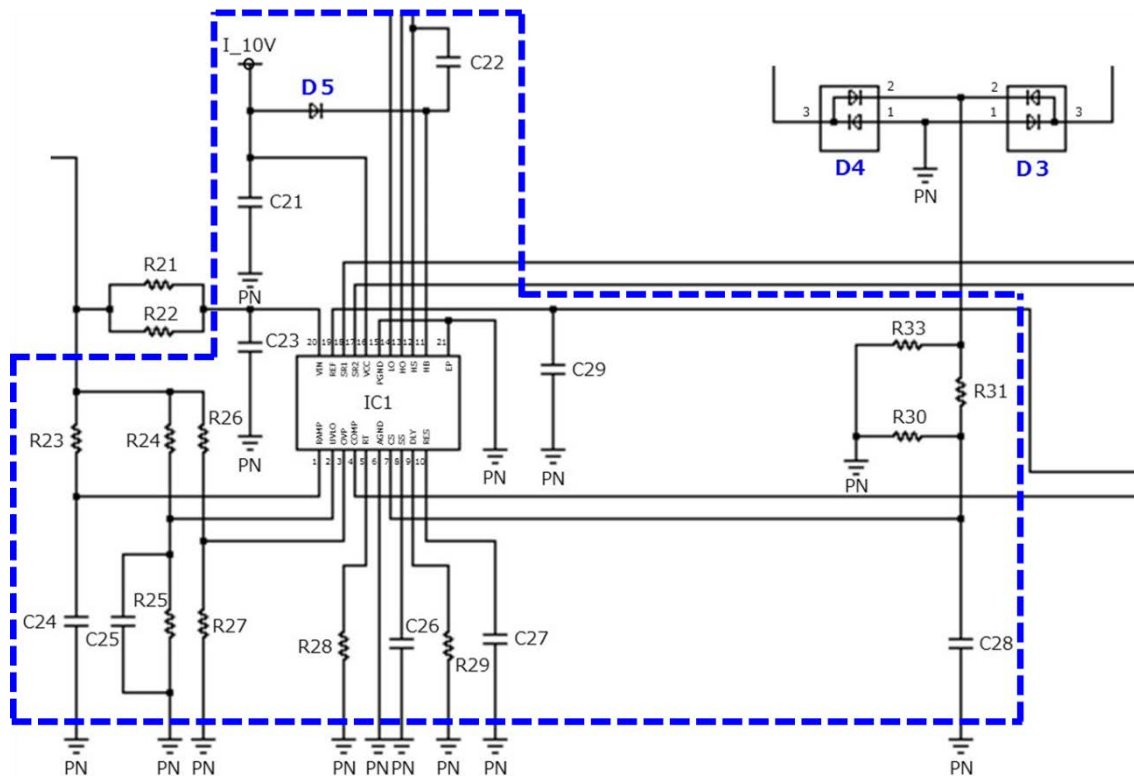
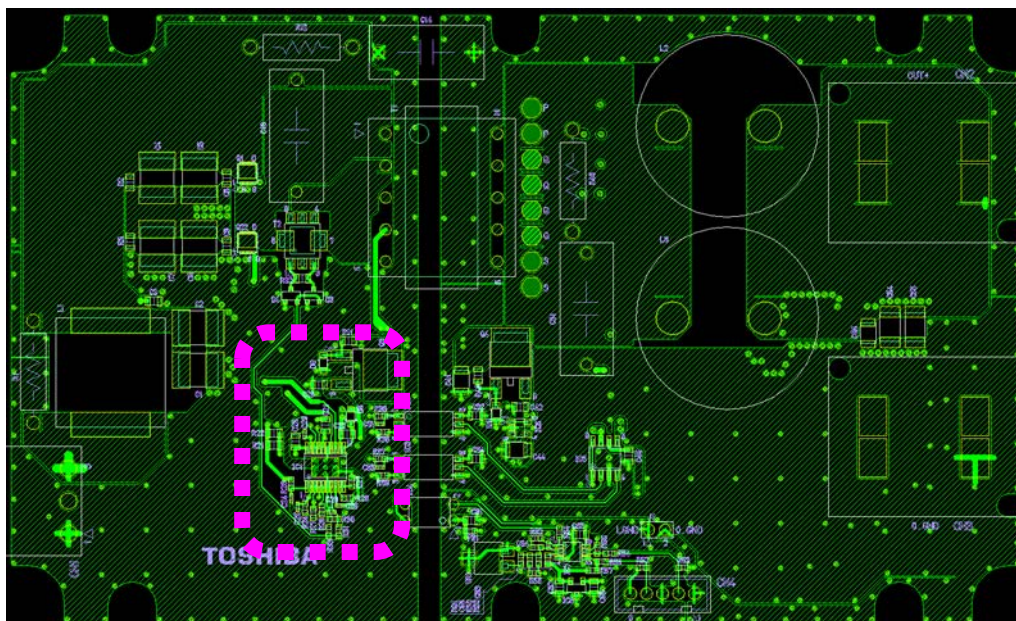
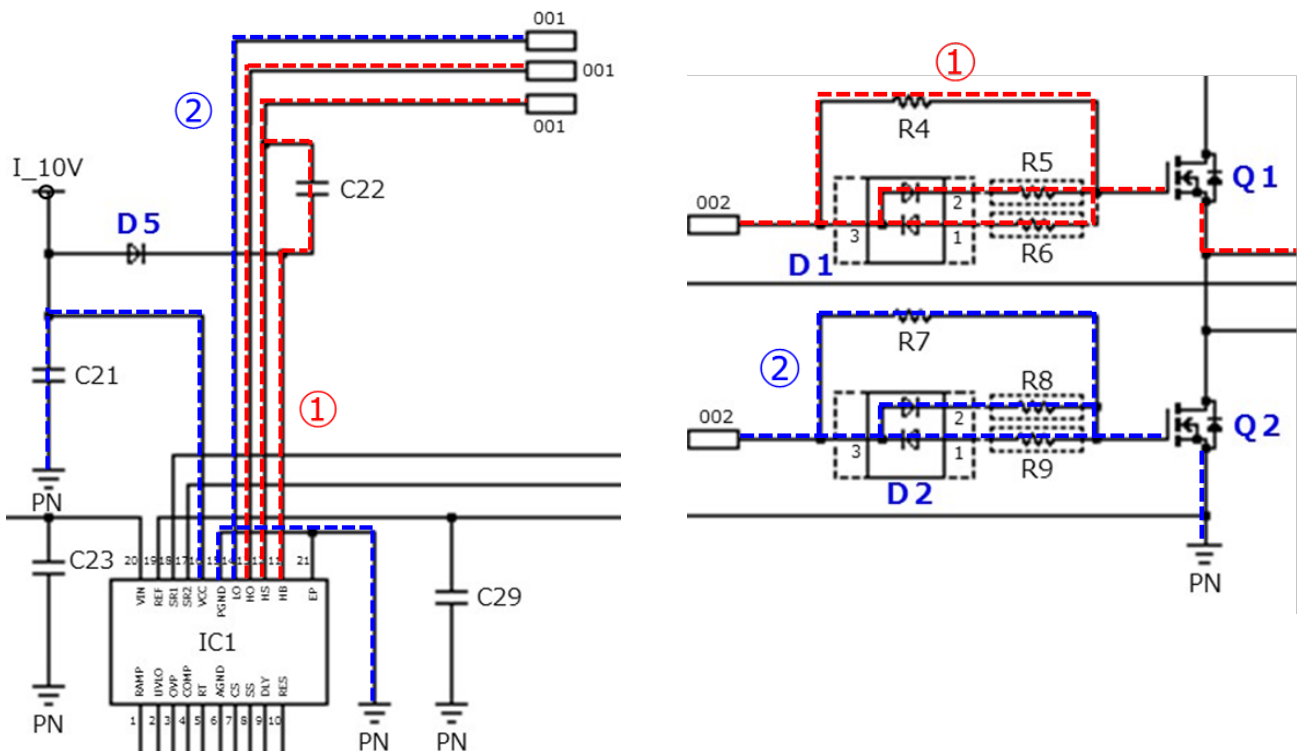
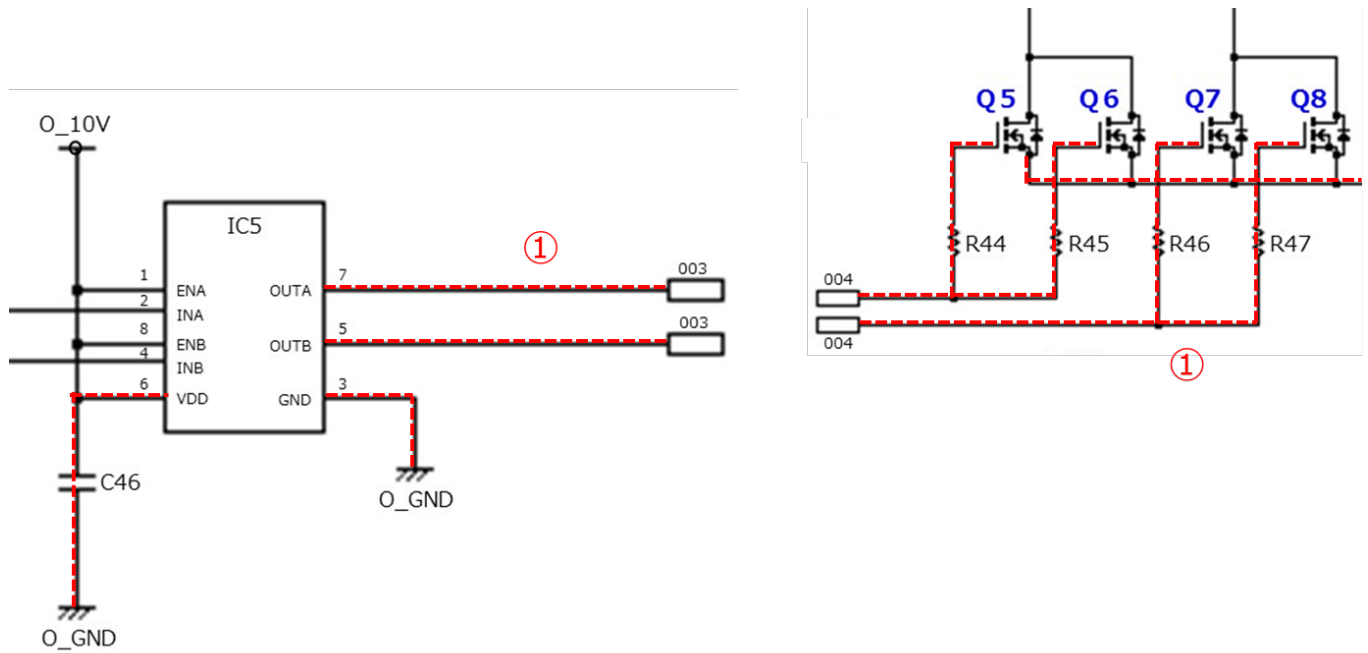

図 3.1 ハーフブリッジ回路 (コントローラ周辺)
図 3.2 基板レイアウト 1
図 3.4 ハーフブリッジ回路パターン設計注意点 1
図 3.5 ハーフブリッジ回路パターン設計注意点 2
ハーフブリッジ回路周辺の PCB 設計の注意点を説明します。図 3.1 にハーフブリッジ回路 (コントローラ周辺)、図 3.4 にハーフブリッジ回路パターン設計注意点 1、図 3.5 にハーフブリッジ回路パターン設計注意点 2 を示します。コントローラ周辺のレイアウトはハーフブリッジ PWM コントローラのデータシート、関連書類などを参照してください。
2. 図 3.1 に記載している青色点線内部の部品は、図 3.2 のようにハーフブリッジ PWM コントローラの近傍に配置します。